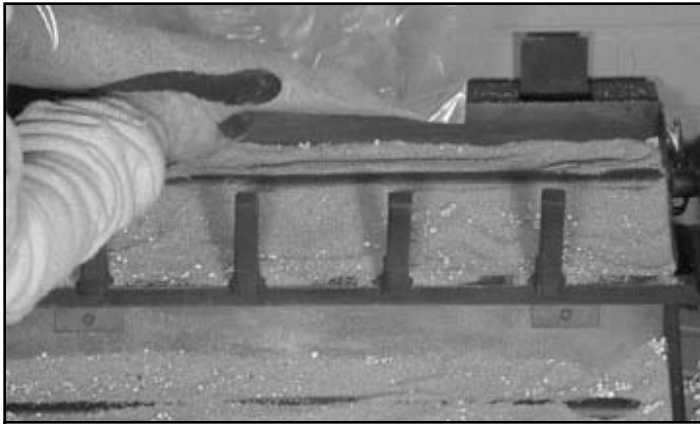

Figure 5 Sable
- Versez du sable dans les plateaux du brûleur jusqu'à ce que le tuyau du brûleur soit couvert. Voir la figure 5. Nivelez le sable de droite à gauche pour assurer un motif de flamme uniforme. À ce point, le plateau devrait être à moitié plein. Assurez-vous de ne pas couvrir l'assemblage de veilleuse.
- Versez la vermiculite dans chaque plateau de brûleur jusqu'au point où chaque plateau sera plein. Nivelez la vermiculite de droite à gauche pour assurer un motif de flamme uniforme. Voir la figure 5.